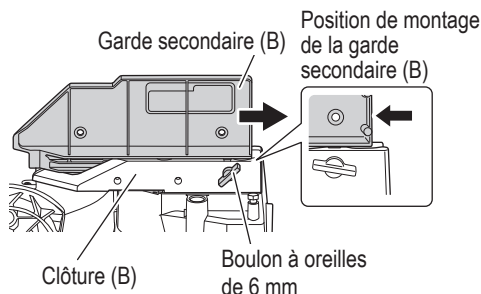

Fig. 12
Lors d'une coupe d'angle en biseau gauche, desserrer la vis papillon de 6 mm, puis faites glisser la garde secondaire (B) vers l'extérieur, comme le montre la Fig. 12.
Dans le cas d'une coupe à angle direct et d'une coupe en biseau à droite, faire glisser vers l'intérieur jusqu'à la position où la garde secondaire (B) touche et la fixer avec une vis papillon de 6 mm. (Comme illustré sur la Fig. 12)
Lors du changement de l'angle de biseau à 45° à gauche, desserrer la vis papillon de 6 mm illustrée sur la Fig. 12 puis faire glisser la garde secondaire (B) vers l'extérieur et incliner la tête du moteur vers la gauche.